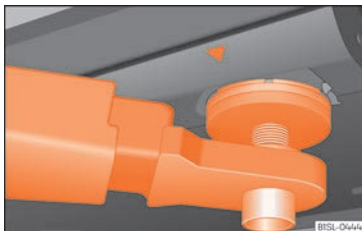
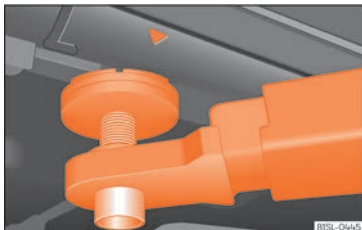

Fig. 283 Punti di appoggio anteriori per il sollevamento del veicolo tramite ponte elevatore o cric.
Fig. 284 Punti di appoggio posteriori per il sollevamento del veicolo tramite ponte elevatore o cric.
Per sollevare il veicolo devono essere utilizzati esclusivamente i punti indicati nelle figure » » » **fig. 283** e » » » **fig. 284**. Se il veicolo non viene
- Sollevare il veicolo utilizzando esclusivamente i punti indicati nelle figure » » » **fig. 283** e » » » **fig. 284**. Se il veicolo non viene sollevato dai punti indicati, potrebbe cadere dal ponte durante lo smontaggio di componenti come il motore o il cambio.